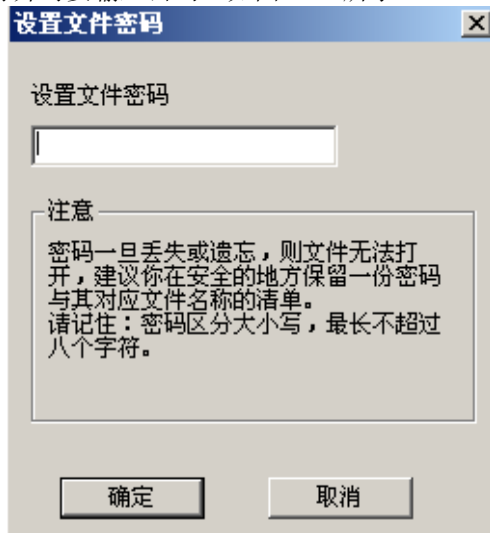

图 2-21 设置文件密码
(2) 在对话框的文件名输入框内，输入一个文件名，单击【确定】按钮。系统即按所给文件名存盘。
(3) 如果当前文件名存在（即状态区显示的文件名），则直接按当前文件名存盘。此时，不出现对话框。系统以当前文件名存盘。一般情况下在第一次存盘以后，当再次选择【存储文件】菜单项或输入 Save 命令时，就会出现这种情况。这是很正常的，不必担心因无对话框而没有存盘的现象。经常把自己的绘图结果保存起来是一个好习惯。这样，可以避免因发生意外而使您的绘图成果丢失。
(4) 要对所存储的文件设置密码，按【设置】按钮，按照提示重复设置两次密码就可以了。注意对于有密码的文件在打开时要输入密码。如图 2-21 所示